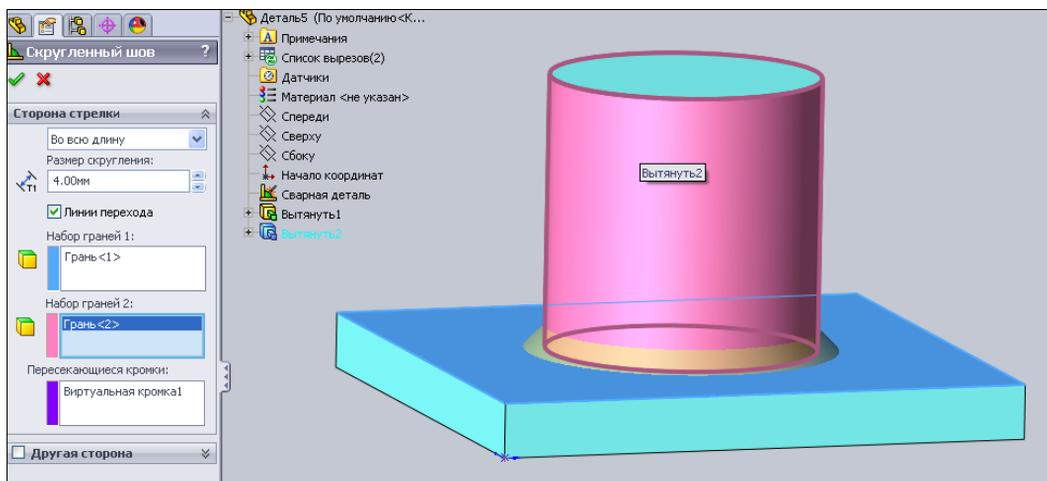

Рис. 5.58
- Теперь укажем программе, что мы хотим создать сварную деталь, и нажмем кнопку  — **Сварная деталь**. Затем создадим скругленный сварной шов в месте соединения двух тел многотельной детали  — **Скругленный шов**. Толщину сварного шва в поле **Размер скругления** установите 4 мм (рис. 5.58).